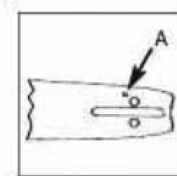

Figura 3A
USE UNICAMENTE O MODELO DE BARRA ORIGINAL com o furo de passagem de óleo (A) como ilustrado na figura 3A.